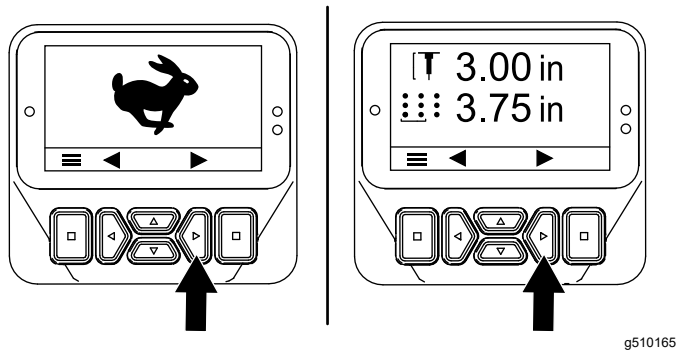
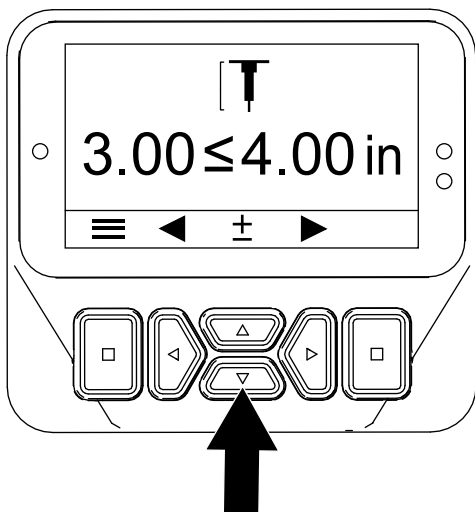

Figura 51
Figura 52
3. Apăsai butonul dreapta până când se afiează ecranul Setting the Hole Depth (Setare adâncime gaură) (Figura 51 i Figura 52).
4. Reglai adâncimea dinilor cu ajutorul butoanelor sus i jos (Figura 52) după cum urmează: